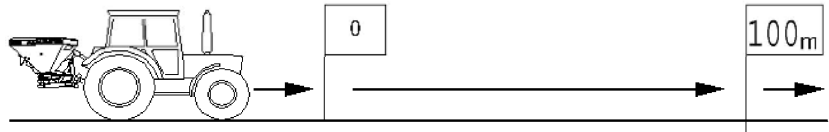

Fig. 3
2. Başlangıç ve bitiş noktası işaretlenmelidir (Fig. 3).